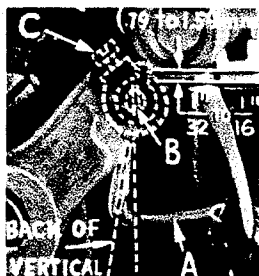

Fig. 8A
Führe den Blindgreifer (A, Fig. 8A) in seinen Halter ein. Durch die Schraube (B) wird der Blindgreifer im Halter befestigt. Dabei kann der Blindgreifer in Richtung seines Schaftes verstellt oder um seinen Schaft gedreht werden. Schiebe den Blindgreiferhalter in seine Achse. Die Schraube (C, Fig. 8A) dient nicht nur zur Befestigung des Blindgreiferhalters sondern auch zur Einstellung des Halters seitlich und axial.
Vorläufige Einstellung: Wenn der Blindgreifer sich in seiner rechten Endstellung befindet, muß der Blindgreiferhalter so eingestellt werden, daß der Schaft des Blindgreifers nicht senkrecht, sondern etwas nach hinten verdreht steht (Fig. 8A). Stelle den Blindgreifer in seinem Halter so ein, daß das Schaftende, bei Maschinen Klasse 39500 RM und SV $1/32''$ bis $1/16'' = 0,8$ mm bis $1,6$ mm aus dem Halter heraussteht. Der Abstand für Maschinen Klasse 39500 RR ist $1/16''$ bis $3/32'' = 1,6$ mm bis $2,4$ mm und der Halter für den Blindgreifer sollte so eingestellt werden, daß der Schaft des Blindgreifers fast senkrecht steht.
Insert upper spreader (A, Fig. 8A) in its holder. Screw (B) holds upper spreader in its holder, and permits it to be pushed in or out, or turned around its shank. Insert spreader holder into spreader shaft, if it is not already in place. Screw (C, Fig. 8A) on clamp collar holds spreader holder in the shaft, and allows holder to be rotated or adjusted laterally.
Preliminary Setting: When upper spreader is at the right end of its stroke, spreader holder should be set to position spreader shank slightly back of vertical (Fig. 8A). Top end of spreader shank should extend $1/32''$ to $1/16'' = 0,8$ mm to $1,6$ mm above the spreader holder for Style 39500 RM and SV. The same is true of Style 39500 RR except the spreader holder should be set to position spreader shank approximately vertical. Top end of spreader shank should extend $1/16''$ to $3/32'' = 1,6$ mm to $2,4$ mm above the spreader holder for Style 39500 RR.